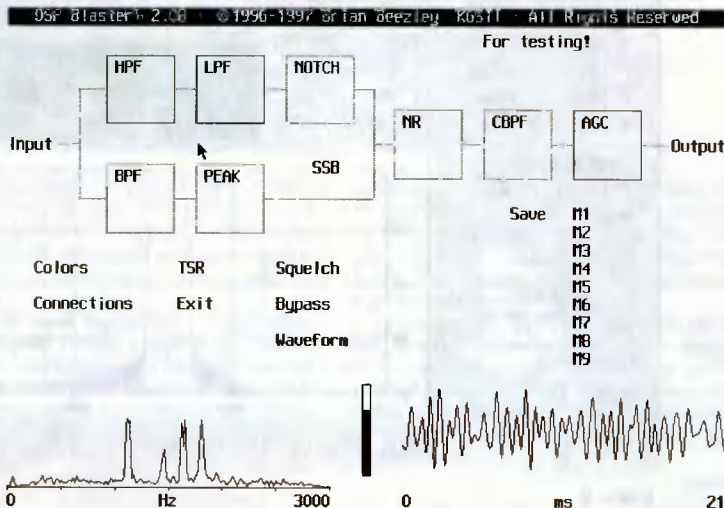

Рис. 12
Немногочисленные программы для MS DOS используют до настоящего времени. Как пример, можно привести программу DSP Blaster (DB) американского радилюбителя K6CTI (Brian Beezley). Эта программа до сих пор довольно часто используется, особенно для SSB и CW, благодаря ее высокой эффективности. Программа имеет характерный для DOS интерфейс. Как выглядит программа DSP Blaster (DB), показано на рис. 12.